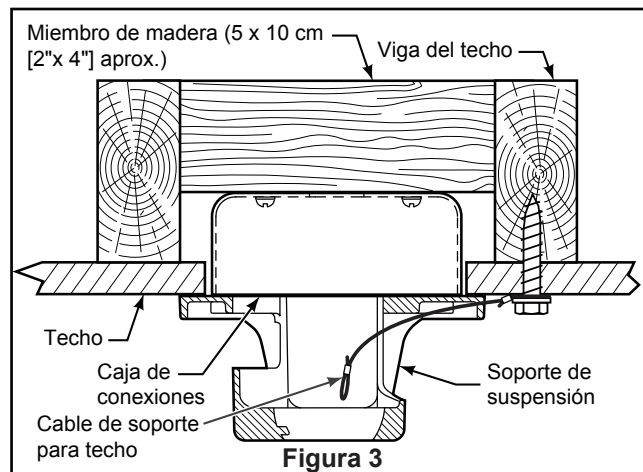

Figura 3
Uso del soporte (Figura 3)
3. Afloje los dos tornillos de fijación del soporte del barral de soporte para techo a través de la varilla. Introduzca los cables de color marrón, azul, rojo, gris, amarillo cables y cable de seguridad a través de la varilla. (Figura 3)
- ☐ 1. Perfore un orificio de 1/4" en la estructura del edificio para evitar grietas con la instalación del tornillo de intervalo. Utilice el tornillo de intervalo de 3/8"x2" y la arandela plana para fijar el cable de seguridad a la viga del techo o a la estructura de madera. Dicho tornillo pasará a través de arandela plana, la presilla del cable de seguridad y se fijará en la estructura del edificio. (Figura 3)
NOTA: el cable de soporte para techo no se puede asegurar solamente a la caja de conexiones; se debe asegurar directamente a la viga de techo o miembro estructural con el tornillo de cabeza cuadrada de 3/8"x2" y la arandela plana. (Figura 3)
- 2.** Deslice el receptor en el soporte de suspensión antes de realizar el cableado como se muestra en la figura 3.
3. Ajuste las aspas ensambladas y los soportes al del motor con los tornillos y las arandelas de seguridad suministrados desde el bolsas de accesorios. Asegúrese de que los tornillos que fijan los soportes de aspas al buje del motor estén bien ajustados y quesoportes de aspas estén correctamente colocados. (Figura 3)